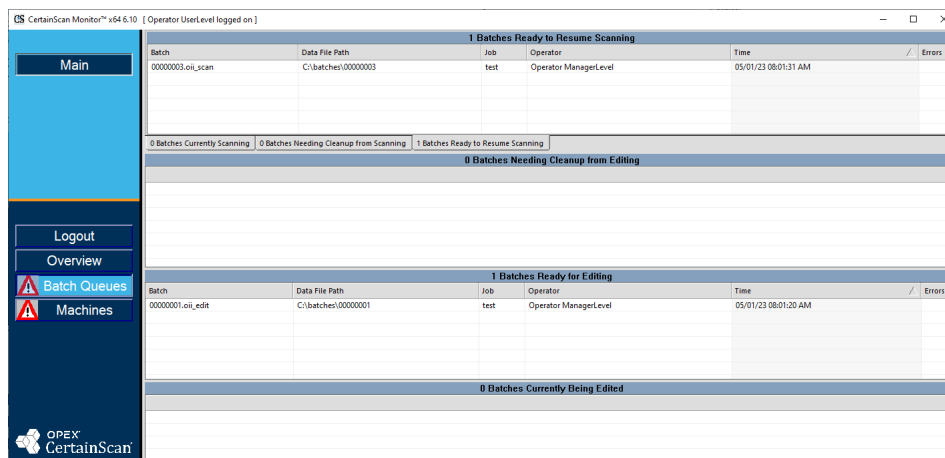

Abbildung 2-4: Hauptbildschirm der Benutzer-/Supervisor-/Managerebene
- **Benutzer-/Supervisor-/Managerebene:** Stapelwarteschlangen werden angezeigt (in Abbildung 2-4 ist die Benutzerebene dargestellt).